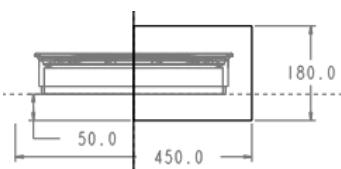
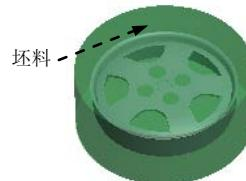

图 30.5 截面草图
图 30.6 坯料
Step4. 创建坯料特征。单击 **模具** 功能选项卡 **形状** ▾ 区域中的  **旋转** 按钮，此时系统弹出“旋转”操控板；在绘图区中右击，选择快捷菜单中的 **定义内部草绘...** 命令，此时系统弹出“草绘”对话框，然后选择 MOLD_FRONT 基准平面作为草绘平面。草绘平面的参考平面为 MOLD_RIGHT 基准平面，方位为 **右**。单击  **草绘** 按钮，系统进入截面草绘环境。进入截面草绘环境后，选取 MOLD_RIGHTT 基准平面和 MAIN_PARTING_PLN 基准平面为草绘参考，然后绘制图 30.5 所示的截面草图。完成截面草图的绘制后，单击“草绘”操控板中的“确定”按钮 ，选取旋转角度类型 ，旋转角度为 360°，然后在“旋转”操控板中单击  按钮，完成坯料的创建，如图 30.6 所示。